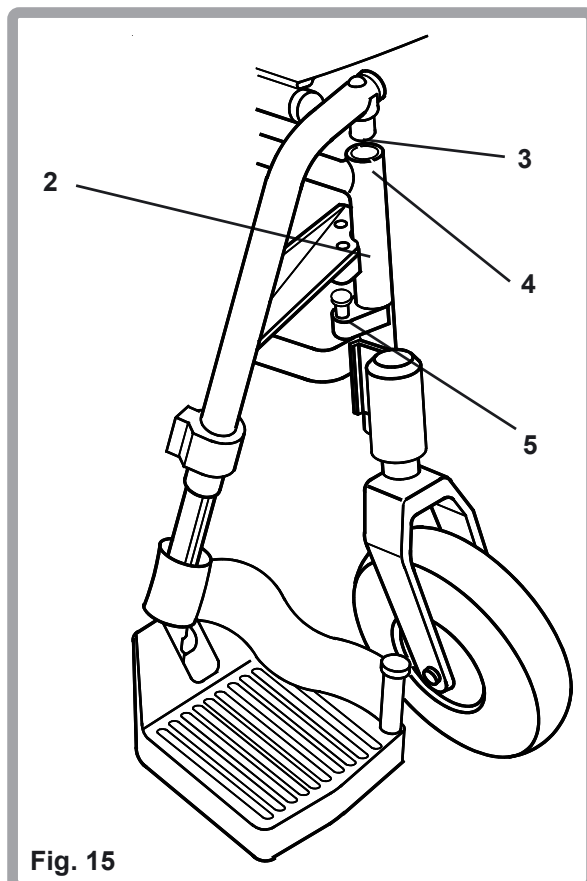

Fig. 15
Pour remplacer le repose-pieds (Fig. 15), placer le pivot d'escamotage (3) dans le logement (4) sur le châssis (2) avec le repose-pieds face à l'extérieur du châssis. Tourner le repose-pieds vers l'intérieur jusqu'à verrouillage complet (5).